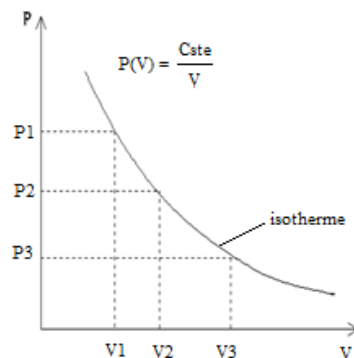

Figure 3.1 : Loi de Boyle-Mariotte
**Expérience** : considérons un mécanisme cylindre-piston renfermant un gaz parfait maintenu à une température constante. En faisant varier la pression, le volume varie dans le sens inverse ( $P$  est inversement proportionnelle à  $V$ ). Sur le diagramme de Clapeyron ( $P$ - $V$ ), la loi de variation de  $P$  en fonction de  $V$  constitue une branche hyperbolique ( $y = a/x$ )(Fig.3.1)
En tout point de la transformation réversible représentée par la Figure 3.1 la relation (3.1) est vérifiée. Nous pouvons donc écrire :